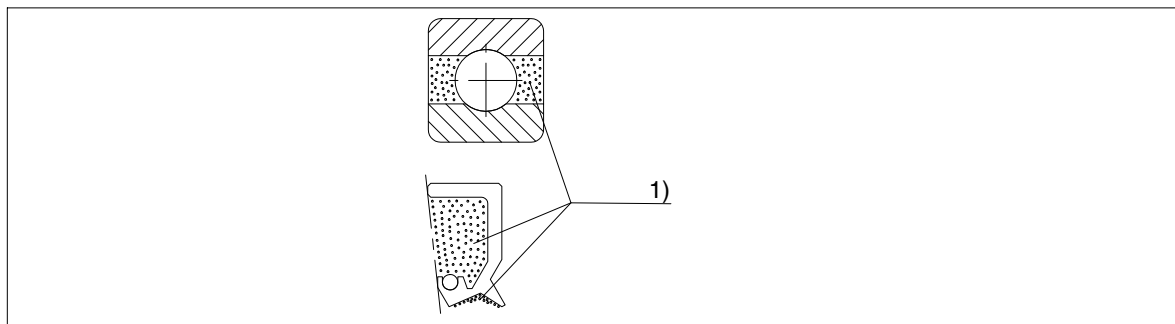

Bild 18: Befetten der Wälzlager und der Wellendichtringe
In die Räume zwischen den Wälzlagern kein zusätzliches Fett einbringen (siehe Bild 18).
- Die Wellendichtringe (111, 132, 183, 193, 199) mit einer Fettfüllung zwischen der Staub- und der Dichtlippe montieren (siehe Bild 18).